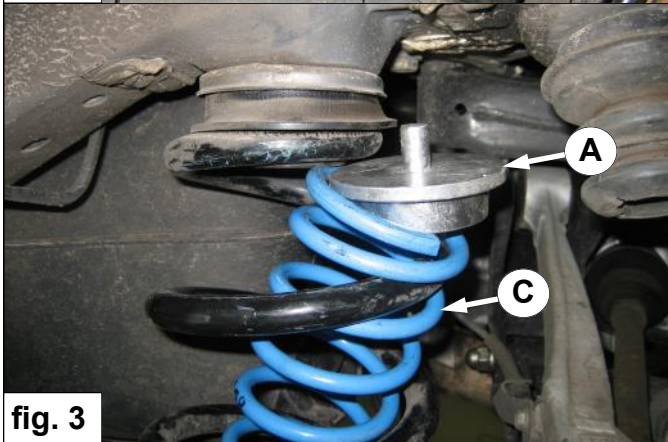

fig. 3
5. Ziehen Sie die obere Windung der Hilfsfeder **C** durch die Windungen der Hauptfeder und platzieren Sie die obere Federteller **A** auf der Hilfsfeder. Siehe Fig. 3.